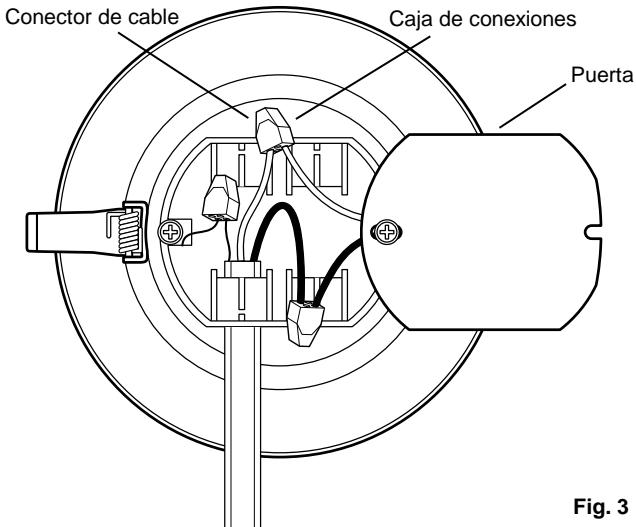

Fig. 3
4. Abra la puerta de la caja de conexiones. Inserte unos 5 o 6 pulgadas del cable NM en la caja de conexiones a través de una de las ranuras para alivio de tensión. (Fig. 3)
5. Retire al menos 3 " de la vaina externa del cable y la envoltura plástica o el papel de embalar. Pele aproximadamente 3/8 " de aislamiento de los extremos de los cables de alimentación. Usando los conectores de cable, haga las siguientes conexiones de cables dentro de la caja de conexiones (Fig. 3):